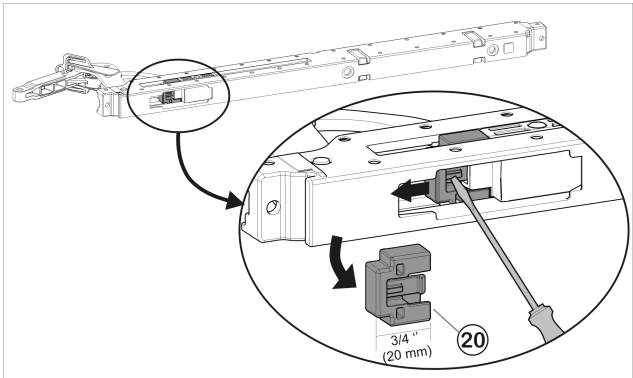

Fig. 54
- Retirer le limiteur d'ouverture (110°) Fig. 54 (20) de l'amortisseur d'ouverture : pousser l'enclenchement vers le bas avec un tournevis et retirer le limiteur d'ouverture Fig. 54 (20).